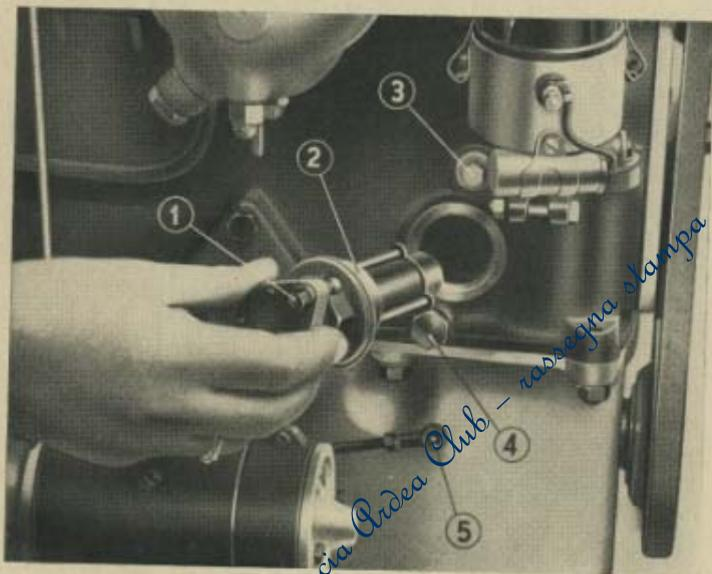

Fig. 18. - Smontaggio del filtro a lamelle.
Sul lato destro del blocco cilindri, immediatamente sotto lo spinterogeno, è incorporato, in posizione orizzontale, il filtro autopulitore a lamelle (2) (vedi fig. 18).
Ogni 2000 km. di percorso della vettura è bene far compiere al filtro, col motore avviato, una rotazione a mano di almeno due giri e scaricare le impurità svitando l'apposito tappo (4) situato immediatamente sotto il filtro stesso (vedere fig. 18).